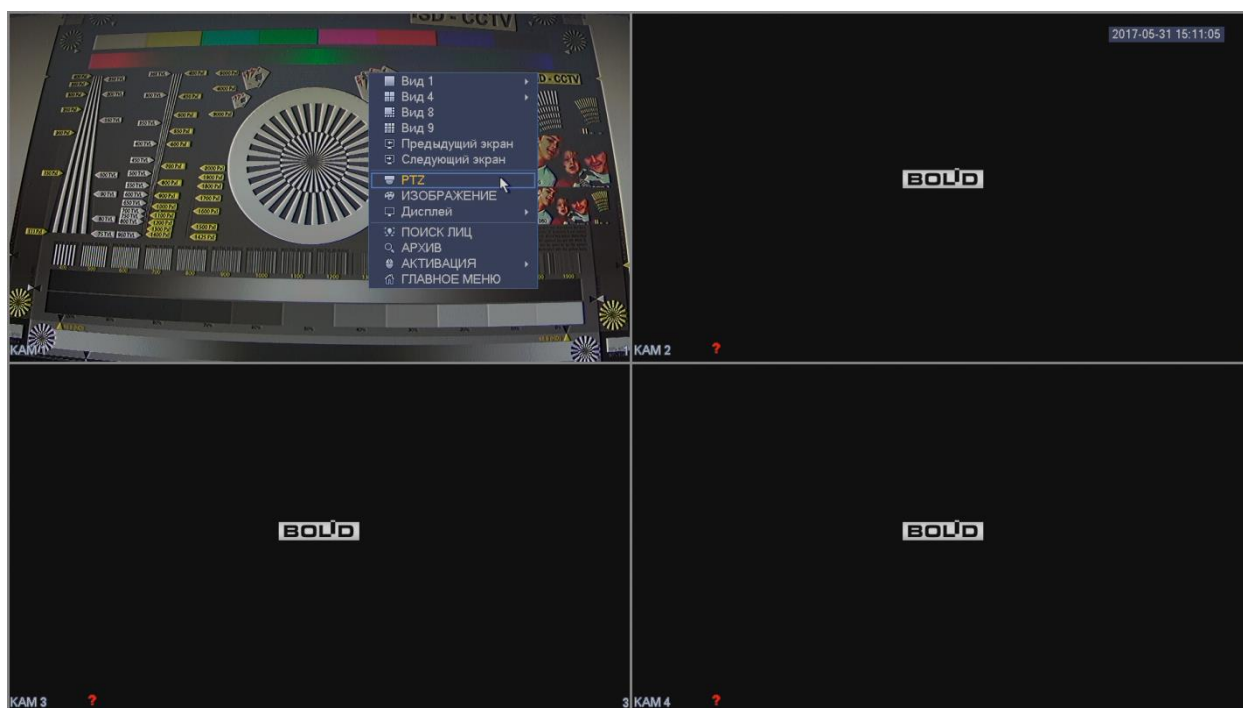

Рисунок 4
3.1 В интерфейсе аналогового видеорегистратора BOLID, в поле необходимой видеокамеры, нажмите правую кнопку мыши и выберите пункт «PTZ» (рис.4).